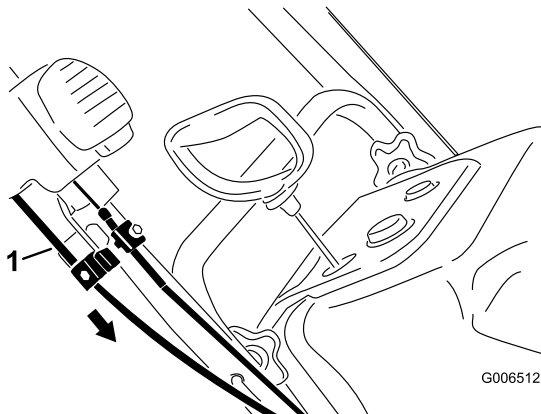

Bild 34
4. Halten Sie den Auswurfkanal in der nach vorne zeigenden Position, ziehen Sie den Mantel des unteren Bowdenzugs nach unten, bis der Bowdenzug kein Spiel mehr hat. Ziehen Sie dann die Schraube an der unteren Kabelklemme fest (Bild 34).